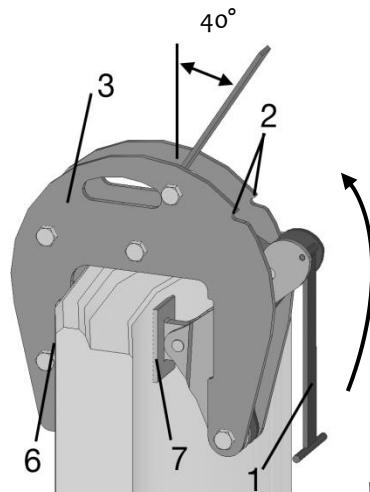
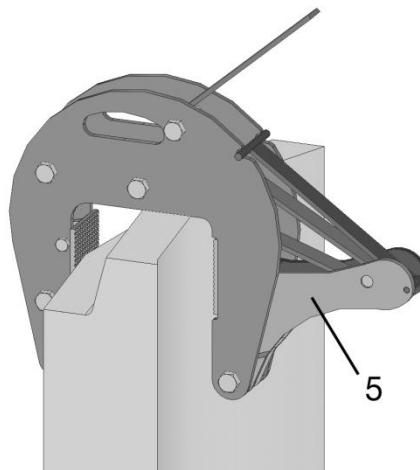

Fig. 2
Fig. 3
- Faites pivoter le support de l'ouvre-porte (1) vers le haut (Fig. 2) et verrouillez-le dans les deux rainures (2) du support extérieur (3) : La pince est maintenant verrouillée avec une largeur d'ouverture maximale (Fig. 3). Lors du réglage, veillez à ce que les **courroies de tension** soient **détendues et non tordues**.
- Déverrouillez tous les supports ouverts (1) et faites-les pivoter vers le bas : les leviers coudés (5) sont pivotés vers l'avant par les ressorts.
- Les deux mâchoires de serrage (6) et (7) doivent être en contact avec l'anneau sur toute leur surface (Fig. 2). Soulevez l'anneau de l'arbre d'environ 10 cm.